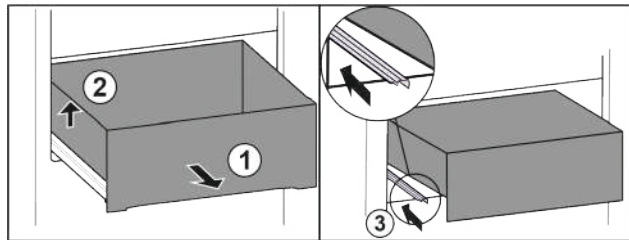

Fig. 13*
- ▶ Витягніть висувний ящик повністю Fig. 13 (1).*
- ▶ Підняти висувний ящик ліворуч Fig. 13 (2).*
- ▶ Вставити ліву рейку Fig. 13 (3).*